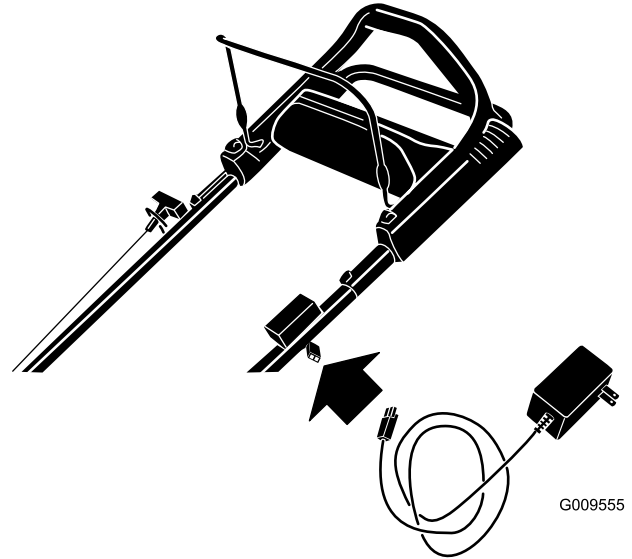

Figure 29
1. Branchez le chargeur au faisceau de câblage situé sous le bouton de démarrage électrique (Figure 29).